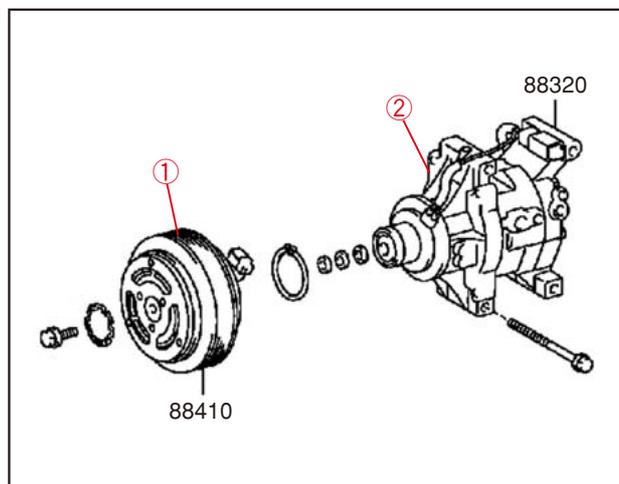

図4
マグネットクラッチ式のコンプレッサは①マグネットクラッチAssyと②クーラコンプレッサAssyそれぞれ補給があり、プーリが損傷した場合でも、マグネットクラッチAssyの取替で修理が可能です。(図4)